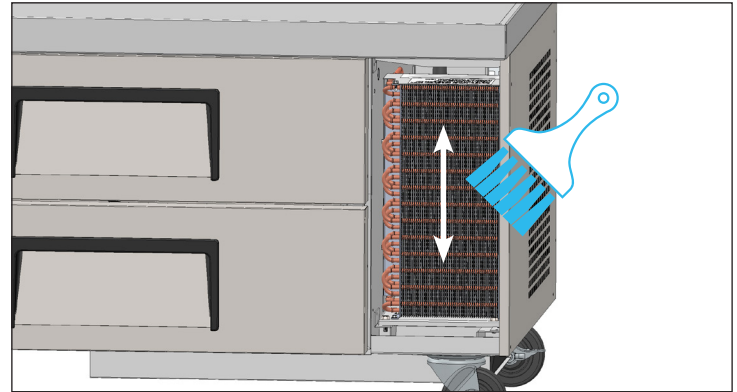

Abb. 2 Bürsten Sie niemals über die Rippen.
3. Die Lamellen des vorderen Verflüssigerregisters vorsichtig mit einer starren Bürste von angesammeltem Schmutz befreien. Siehe Abb. 2.